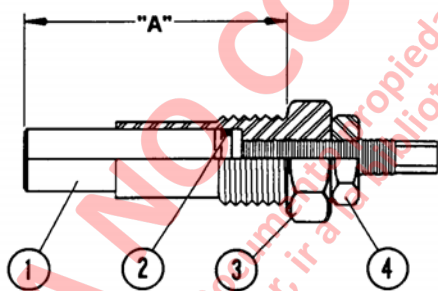

FIGURA 6-17. CONJUNTO DEL AJUSTADOR DE CARRERA
21. Mida y anote la dimensión "A" del conjunto del ajustador de carrera como se muestra en la figura 6-17.
22. Suelte la tuerca de bloqueo (4). Separe el vástago (1) del casquillo (3). Saque y bote el anillo de goma (2).
35. Instale el conjunto del ajustador de carrera (Figura 6-17) para mantener el bloque de sujeción en su lugar.